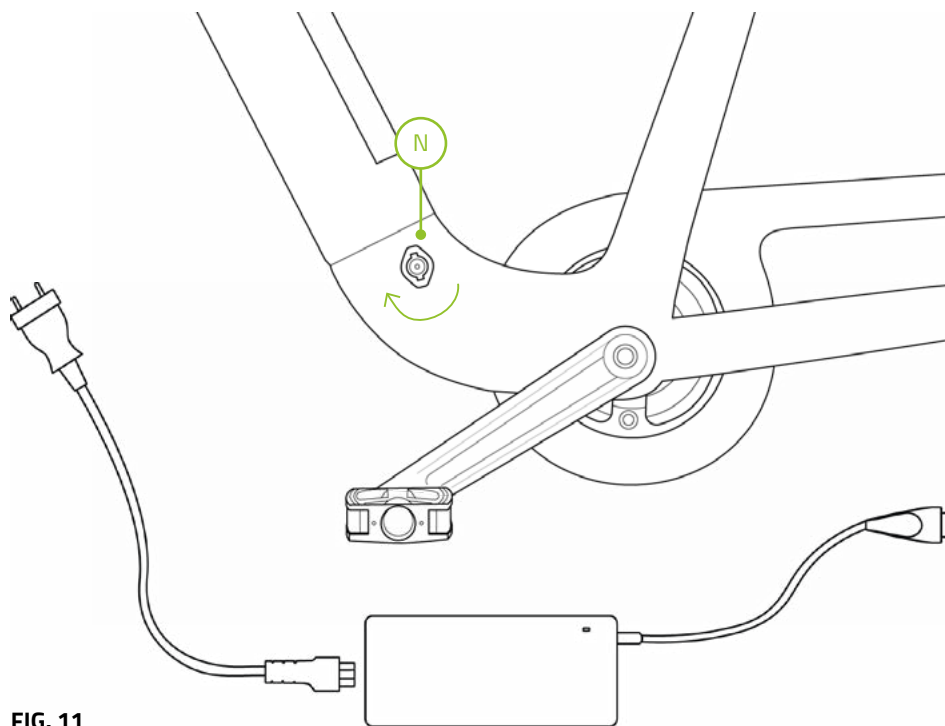

FIG. 11
2. Sollevare il tappo in gomma presente sulla presa di carica della batteria, collocata nel lato sinistro del telaio (Rif. N - Fig. 11);